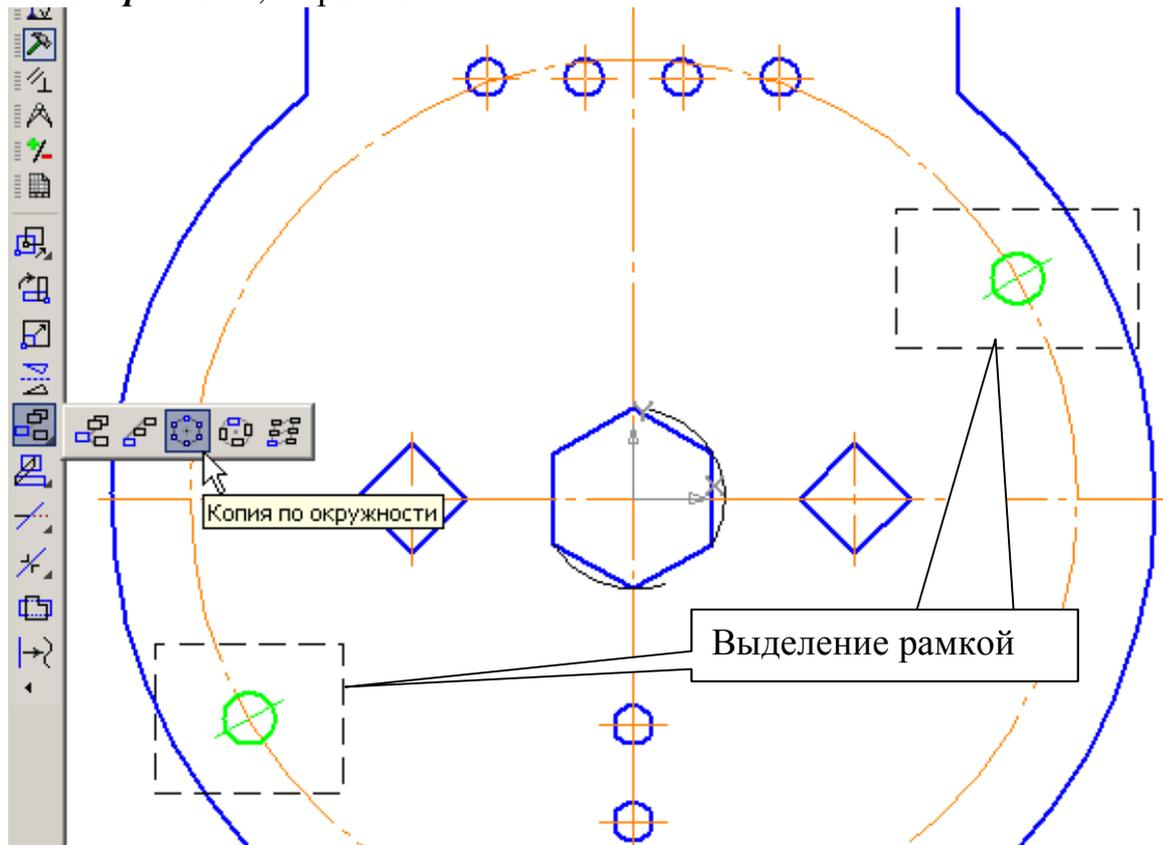

Рис. 18
- Для построения остальных четырех окружностей выделите рамкой две построенные окружности с центровыми линиями (**Выделить – Рамкой** ) и сделайте активной команду **Копия по окружности**  на панели **Редактирование**,  рис. 18.